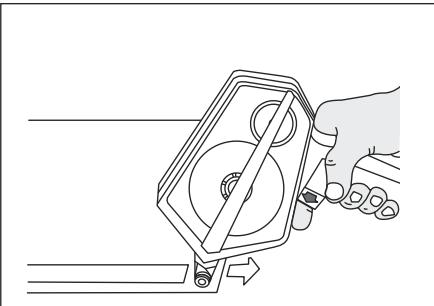

Figure 6
2. Gardez le rouleau sur la surface, relâchez la détente et tirez sur le dévidoir pour couper l'adhésif. (Voir Figure 6)